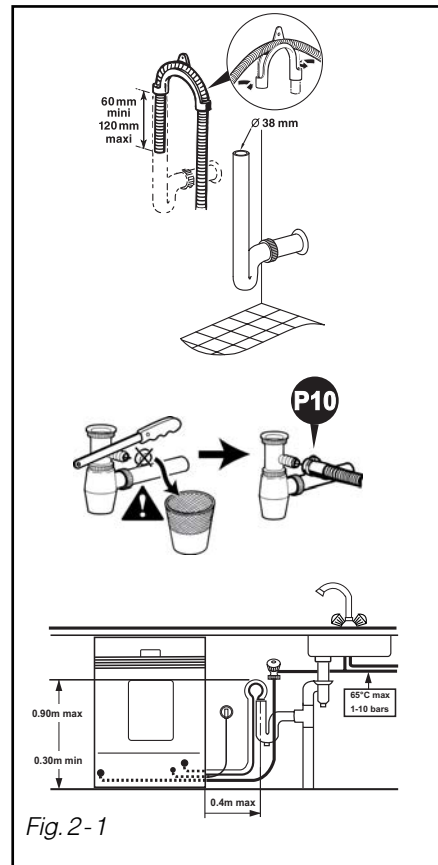

Fig. 2-1
- num sifão ventilado (Fig. 2-1).
- num sifão de uma pia (Fig. 2-1).
A ligação para a evacuação deve encontra-se a uma altura compreendida entre 0,30 m (no mínimo) e 0,90 m (no máximo) do solo (Fig. 2-1).